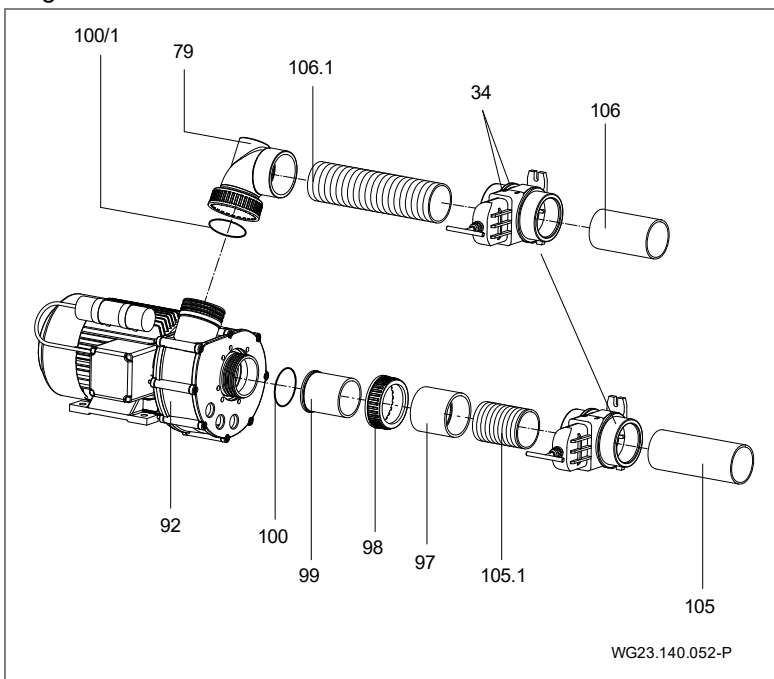

Fig. 22
12. Primavera: Fixer le bouton de régulation de débit (21/1) et de régulation d'air (111) à l'aide d'un marteau en caoutchouc et d'un tissu de protection. (Fig. 22)